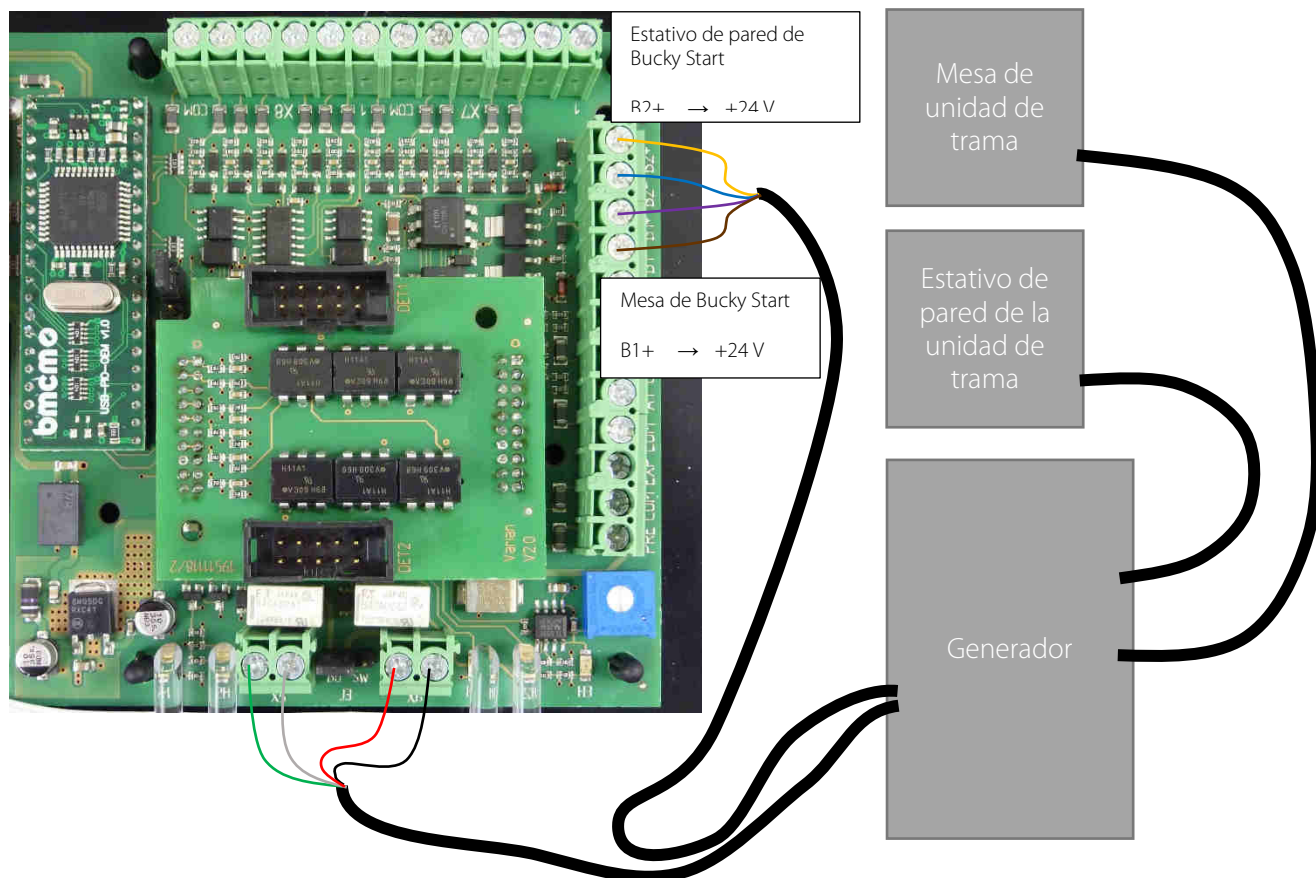
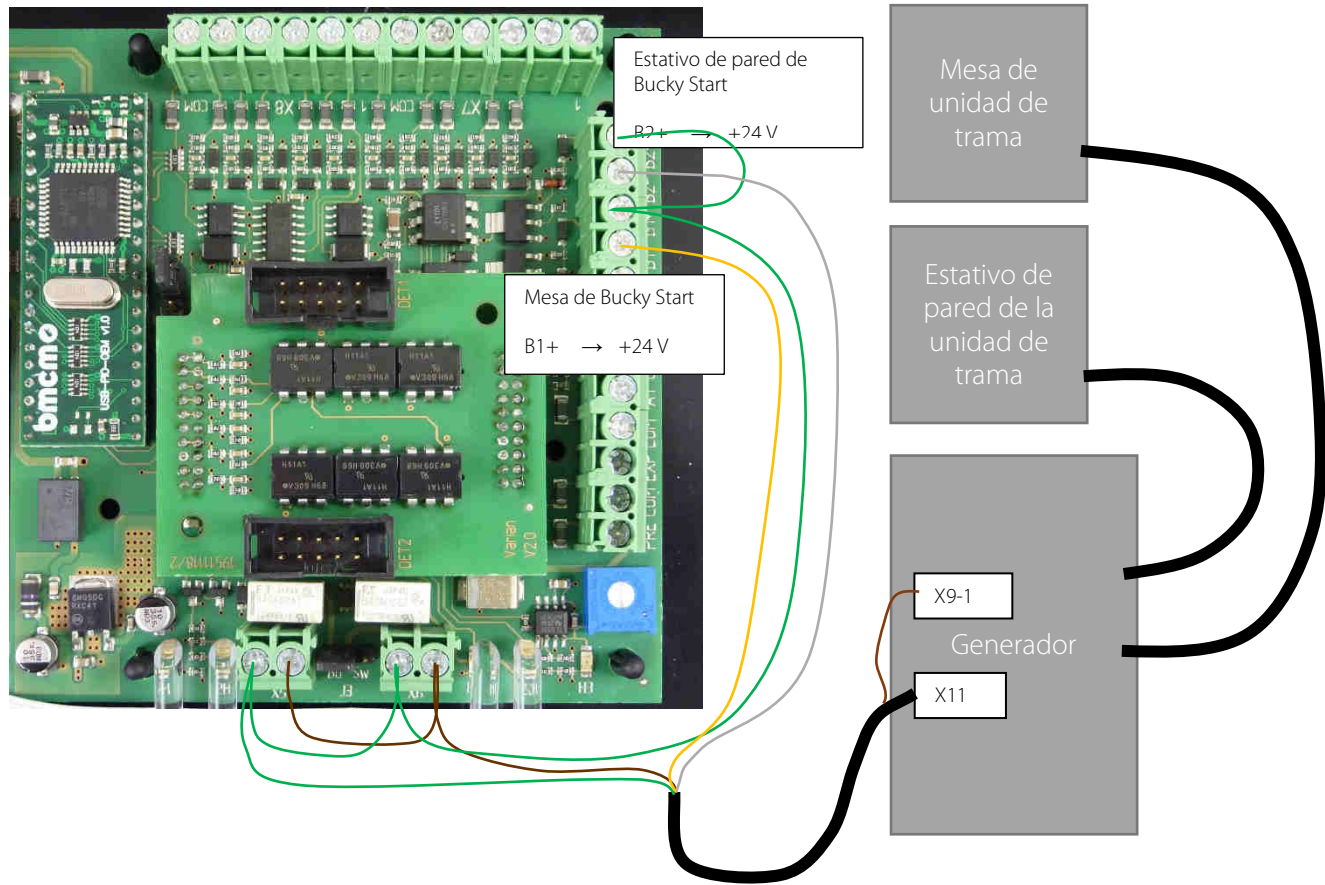
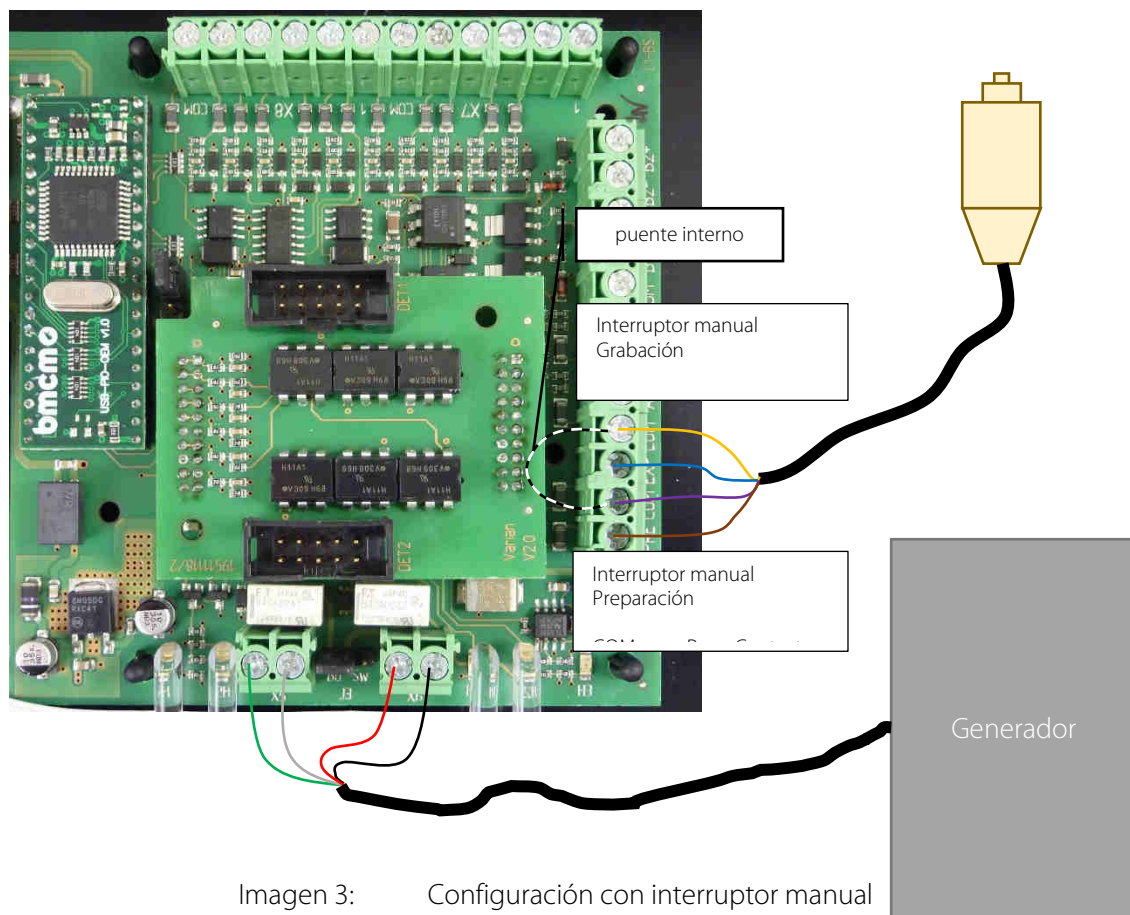

Imagen 1: Conexión del generador (general) (los colores de los cables pueden ser distintos)
Imagen 2: Conexión con PROVARIO HF
Imagen 3: Configuración con interruptor manual
- Las variantes de conexión se describen en las siguientes imágenes. Imagen 1 e Imagen 2 deben seleccionarse en función de la conexión del generador. Imagen 3 muestra la conexión del interruptor manual directamente a la INTERFACE BOX.